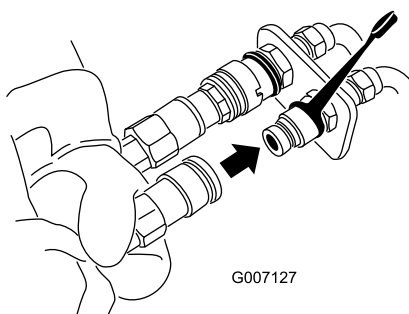

Figura 34
7. Acople el conector hembra del accesorio al conector macho de la unidad de tracción (Figura 34).